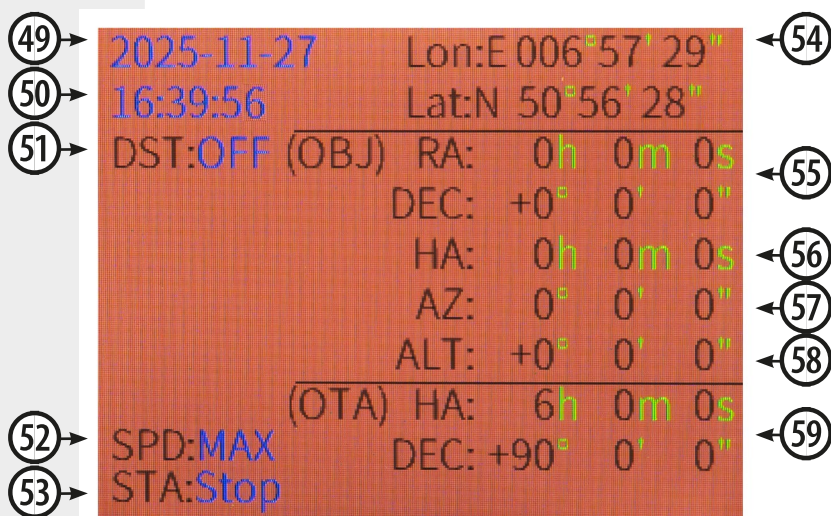

Fig. 22 : Affichage de l'écran de la raquette de commande
11.2. AFFICHAGE À L'ÉCRAN (FIG. 22)
- (49) Date
- (50) Heure
- (51) Heure d'été activée/désactivée
- (52) Vitesse de suivi
- (53) Suivi activé/désactivé
- (54) Coordonnées du site
- (55) Coordonnées de l'objet
- (56) Angle horaire
- (57) Coordonnées azimutales
- (58) Coordonnées d'altitude